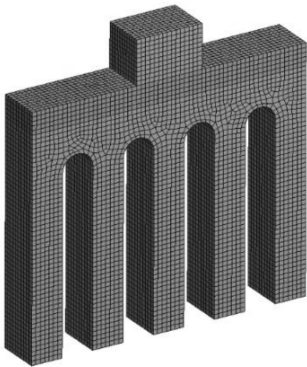

图 3-11 网格划分
(1) 选择【Mesh】→【Detail of “Mesh”】→【Defaults】→【Relevance】= 100, 【Sizing】→【Relevance Center】= Fine, 【Sizing】→【Element Size】= 0.001m, 其他默认。
(2) 在标准工具栏中单击 , 然后选择整个模型, 接着在导航树上右键单击【Mesh】, 从弹出的菜单中选择【Insert】→【Method】; 【Automatic Method】→【Detail of “Automatic Method” -Method】→【Definition】→【Method】= Hex Dominant, 其他默认。
(3) 生成网格: 选择【Mesh】→【Generate Mesh】, 图形区域显示程序生成的网格模型, 如图 3-11 所示。
(4) 网格质量检查: 在导航树里单击【Mesh】→【Details of “Mesh”】→【Quality】→【Mesh Metric】= Element Quality, 显示 Element Quality 规则下网格质量详细信息, 平均值处在好水平范围内, 展开【Statistics】显示网格和节点数量。